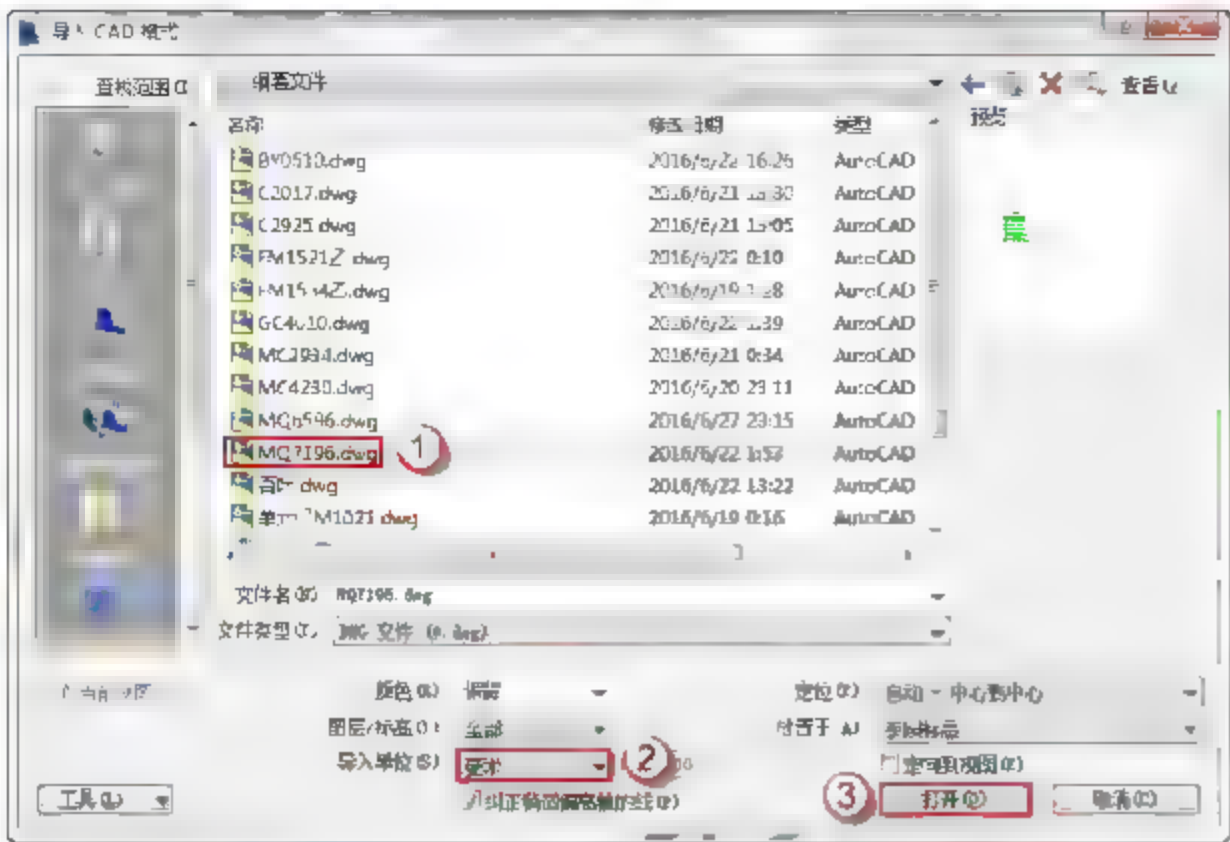
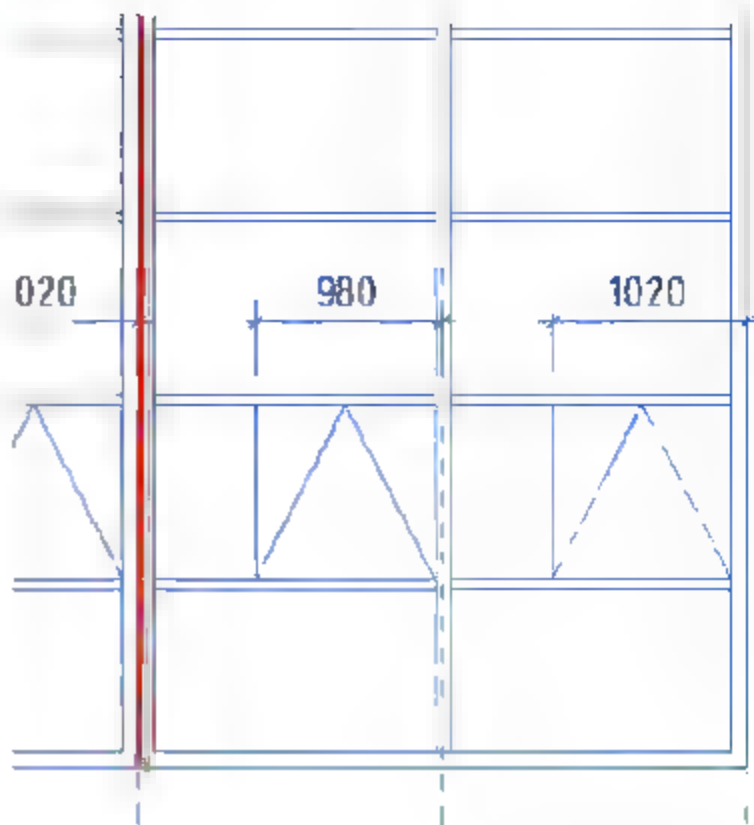

图 7.2.28 导入“MQ7196.dwg”文件
图 7.2.29 调整后的 MQ7196.dwg
(4) 导入 CAD 图形。选择“项目浏览器”中的“立面（立面1）”→“外部”选项，可以进入 MQ7196 的外部立面视图，选择“插入”→“导入 CAD”命令，弹出“导入 CAD 格式”对话框，选择“MQ7196.dwg”文件，将“导入单位”改为“毫米”，单击“打开”按钮。如图 7.2.28 所示。调整 CAD 图形，选定导入的“MQ7196.dwg”CAD 图形，按快捷键 M+V，将“MQ7196.dwg”的导入 CAD 图形移动至如图 7.2.29 所示位置。